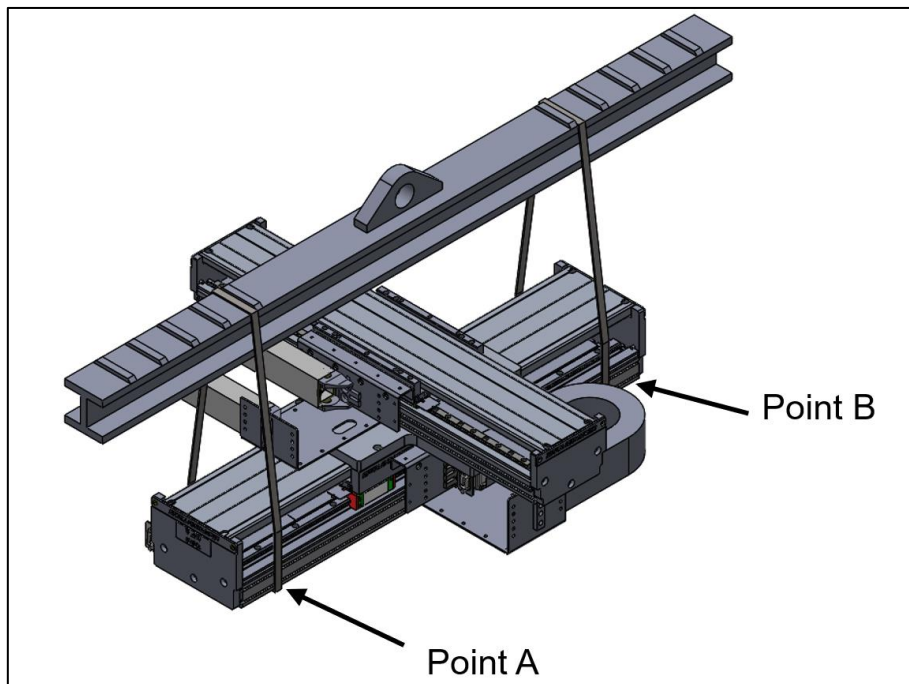

図 4.2.1 吊り上げと搬送
- ◆ 搬送装置を使用してリニアモーターシステムを持ち上げます（図 4.2.1）
- (1). 電源を外します。
- (2). ステージのケーブルを外します。
- (3). 負荷を外します。
- (4). LMSSA2Xを輸送するには、AとBで指定されたポイントで吊り上げます（図4.2.1）。
- (5). 持ち上げる際には、荷重が均等に分散されるようにしてください。